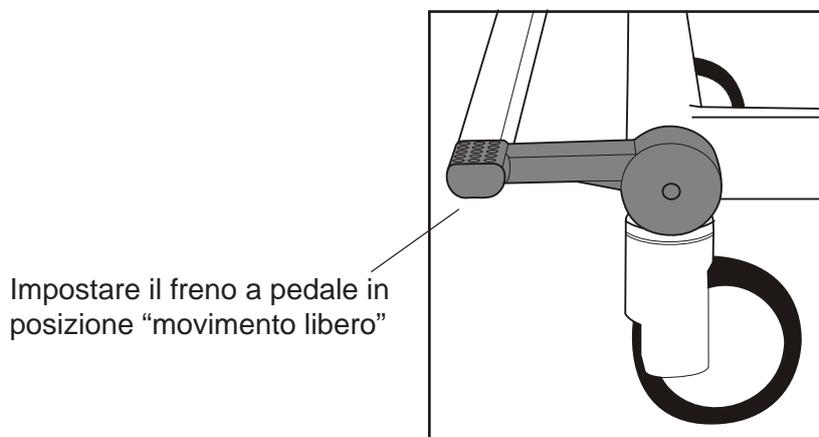

Fig. 6 - Posizione movimento libero
2. Controllare che i freni siano sbloccati e che i freni a pedale siano in posizione "movimento libero". **(vedere fig. 6).**